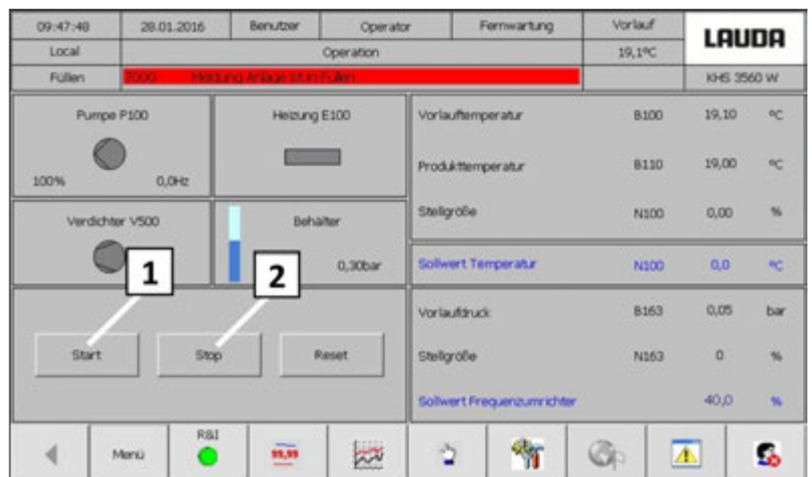

Fig. 34: Écran fonctionnement
21. En appuyant sur le bouton de démarrage (Voir la Fig. 34 [1]), puis peu après sur le bouton d'arrêt (Voir la Fig. 34 [2]), contrôler le sens de rotation du moteur de la pompe de circulation.